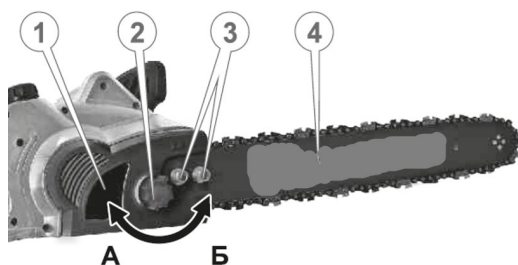

Рисунок 5. Схема регулювання натягу ланцюга.
2. Послабити кришку (1, рис. 5) «шини» (4, рис. 5), повернувши ключем гайки (3, рис. 5) проти ходу годинникової стрілки на 1-2 оберти.
3. Для налаштування натягу повільно повернути рукою маховичок (2, рис.5) механізму натягу ланцюга в напрямку стрілки «А» або «Б», залежно від мети.
5. Надійно затягнути гайку (3, рис.5) фіксації захисної кришки ключем.